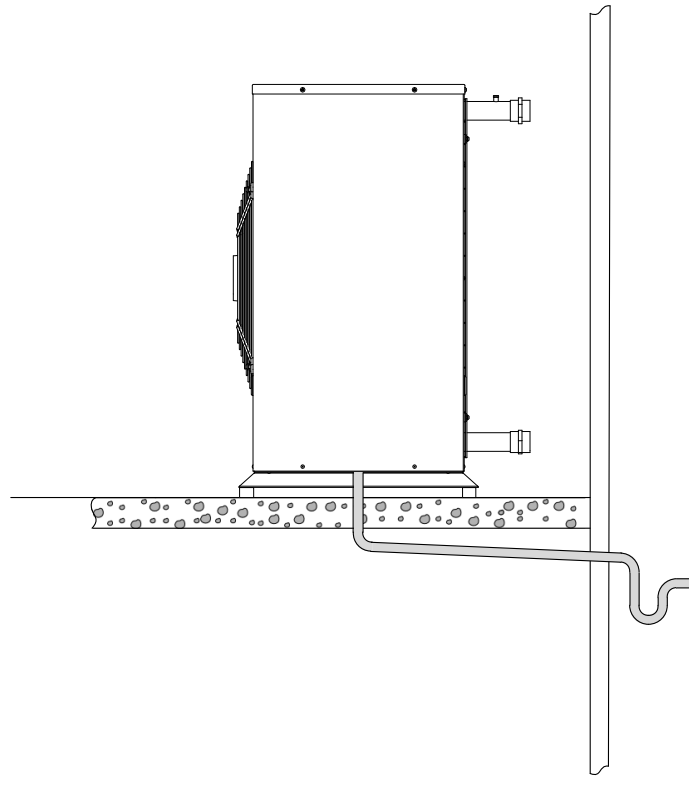

Figure 2.5. Supports avec raccordement du bac au système d'évacuation
- Si l'unité est installée sur des surfaces non drainantes, installer un tuyau permettant d'acheminer l'eau issue du dégivrage de l'orifice d'évacuation de l'équipement au point d'écoulement le plus proche. Des exemples de systèmes permettant d'évacuer cette eau sont illustrés sur les figures 2.5 et 2.6 en fonction de la base de support.
- Si l'installation d'un siphon s'avère nécessaire, placer ce dernier à un endroit non exposé à des températures négatives (cf. figures 2.5 et 2.6).